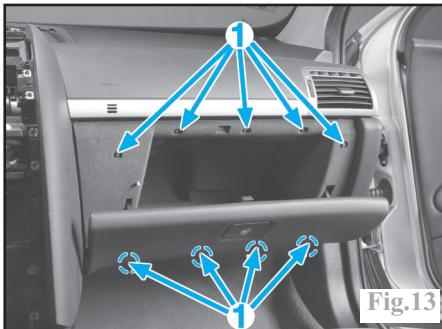

Fig.13
-le commutateur de neutralisation d'airbag passager (A).
-les 9 vis (1) et le vide-poches passager (Fig.13).